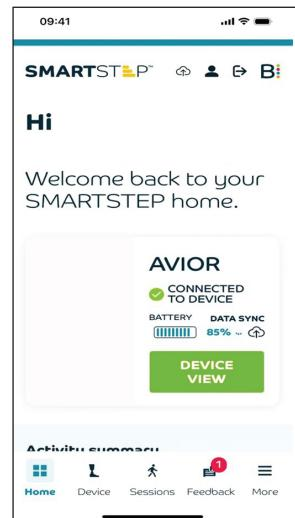

Fig. A3-5 Écran d'accueil (Porteur) SMARTSTEP
7. L'application s'ouvrira sur l'écran *d'accueil SMARTSTEP (Porteur)* (Fig. A3-5) et se connectera automatiquement à votre dispositif.